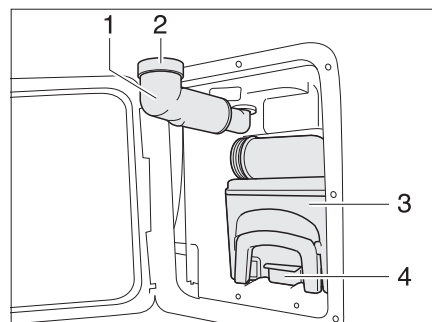

Fig. 159 Cassette Thetford
- Faire pivoter le bec de remplissage d'eau fraîche (Fig. 159,1) vers l'extérieur.
- Retirer le bouchon à vis (Fig. 159,2).